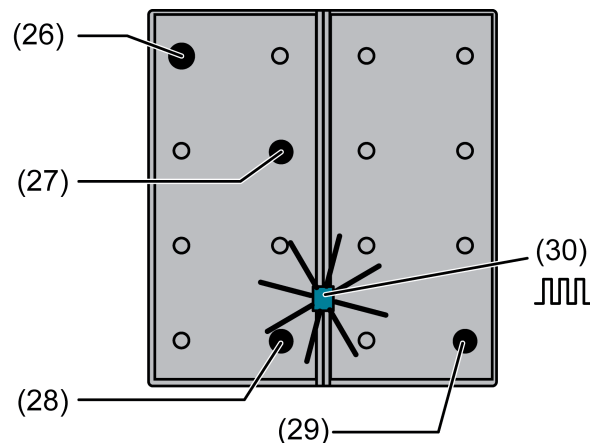

Bild 7: Tasten zur Aktivierung des Programmiermodus
- Programmiermodus aktivieren. Dazu Taster oben links (26) drücken und gedrückt halten (Bild 7). Dann zweiten Taster unten rechts (27, 28 oder 29) drücken. Die Position des zweiten Tasters ist abhängig von der Tastsensor-Variante.